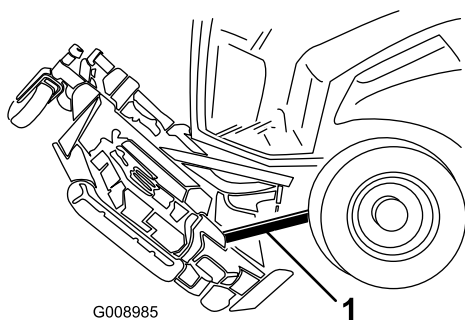

Figura 125
6. Coloque um bloco de madeira entre a traseira da plataforma e a máquina (Figura 125).